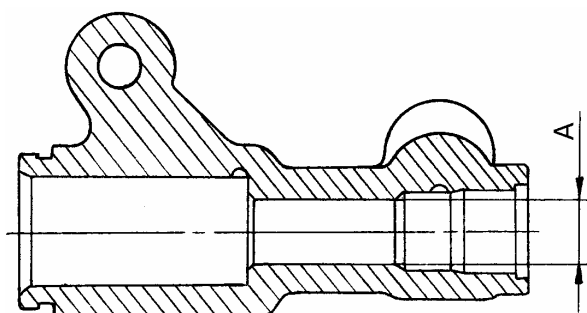

Рис. 39.
16.2.5 Корпус 2108-3512052 регулятора, рис. 39.**Допускается:**